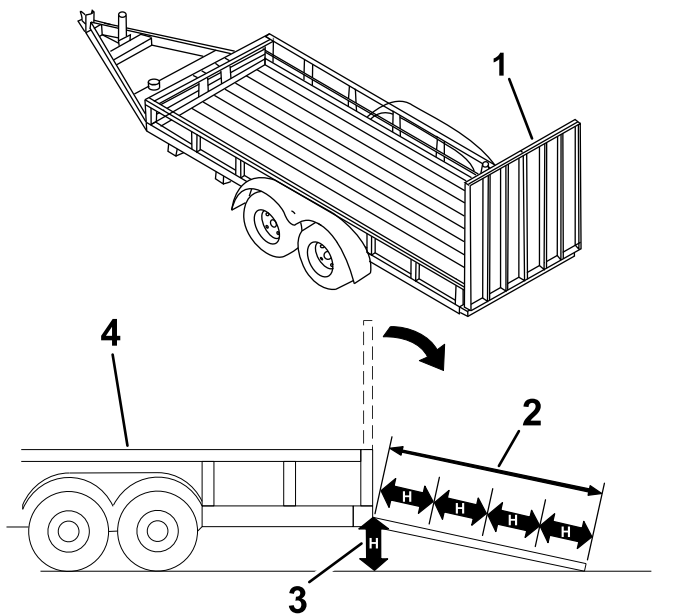

Figure 22
Le chargement de la machine sur une remorque ou un camion augmente le risque de basculement et donc de blessures graves ou mortelles (Figure 22).
3. Abaissez la rampe (Figure 22).